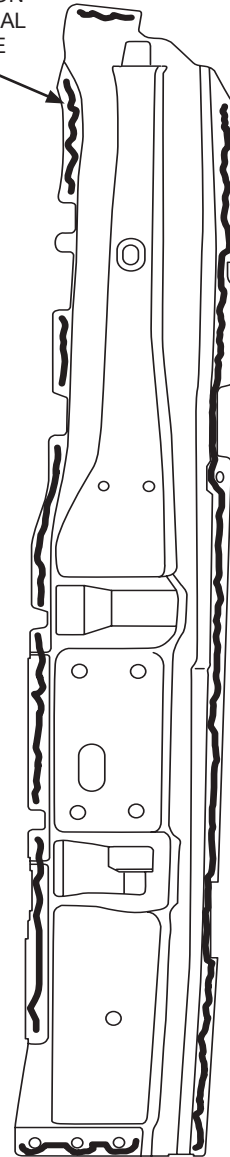

FIGURA 2
- (Consulte la Figura 2) para ver la ubicación del material adherente.